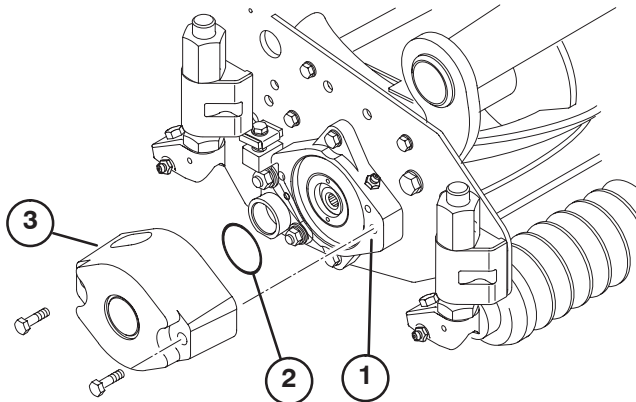

Bild 7
3. Schmieren Sie einen großen O-Ring ein und setzen Sie ihn in die Lagergehäusekerbe an jedem Ende des Mähwerks ein (Bild 7 & 10).
4. Bauen Sie das Gegengewicht mit den mitgelieferten Kopfschrauben am richtigen Ende jedes Mähwerks an (Bild 7).